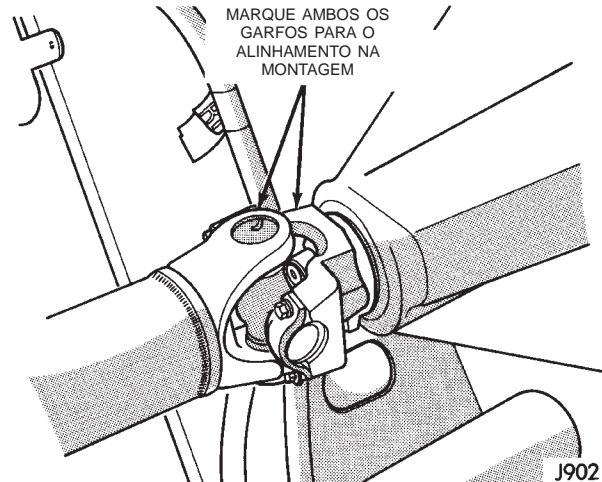

Fig. 7 Marcando os Eixos Propulsores e os Garfos do Eixo
7. Marque os eixos propulsores dianteiro e traseiro para o alinhamento na montagem (Fig. 7).